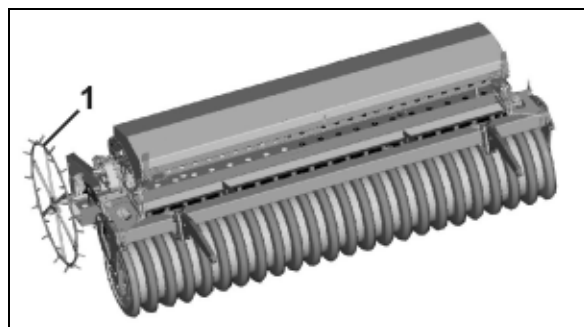

Fig. 28
6. Stapwiel op aandrijfas schuiven en met overslagpen (Fig. 28/3) borgen.